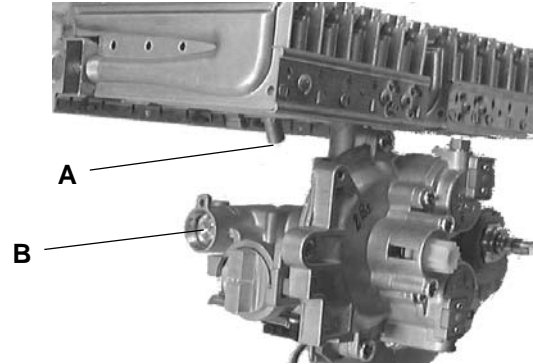

Fig. 16
1. Soltar el tornillo de la toma de presión A (Fig. 16) y conectar el manómetro.
4. Ajustar la presión a través del tornillo B (Fig. 16) de acuerdo con la tabla suministrada.